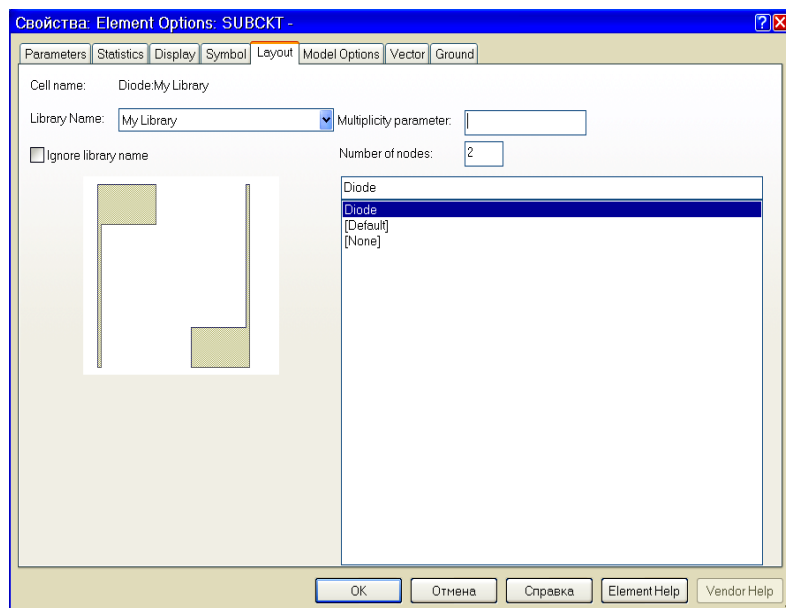

Рис. 3.58
3. Нажмите на панель **Layout** в верхней части этого окна (рис. 3.58).
4. В поле ввода **Library Name** введите имя вашей библиотеки **My Library**, щёлкнув по кнопке в правом конце этого поля. Выберите имя созданного элемента топологии **Diode** в правой области окна и нажмите **OK** (рис. 3.58).